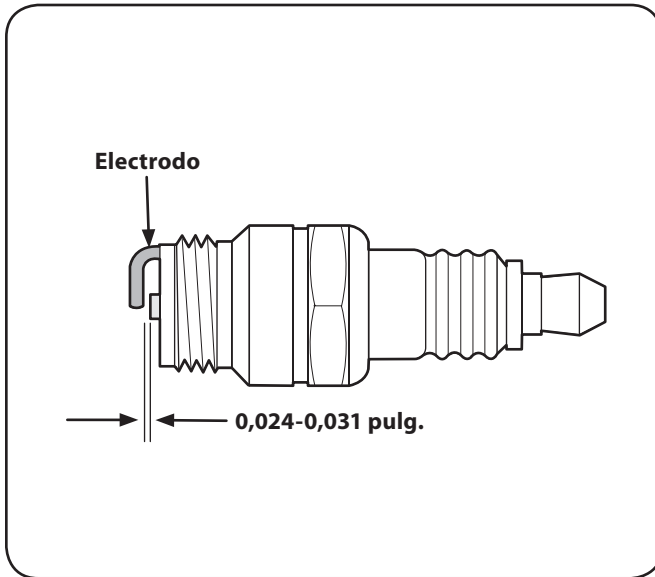

Figura 6-10
3. Mida la separación de bujía con un calibrador. Corrija de ser necesario torciendo el electrodo lateral. Vea la Figura 6-10. La separación debe establecerse en 0,024-0,031 pulg.